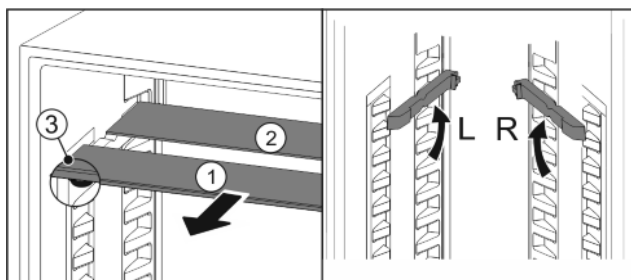

Fig. 20
- ▶ Extrageți Fig. 20 (1) pe rând plăcile de sticlă spre înainte.
- ▷ Placa de sticlă Fig. 20 (1) cu opritoarele împotriva extragerii se află în față.
- ▷ Opritoarele arată în jos Fig. 20 (3).